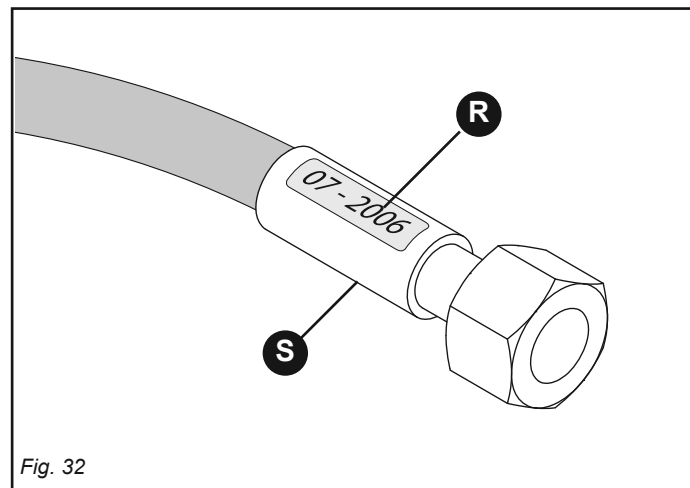

Fig. 32
- pérdidas en proximidad de la armadura del tubo (S, Fig. 32);
- corrosión de la armadura (S, Fig. 32);
- al superar los 5 años de vida (R, Fig. 32).